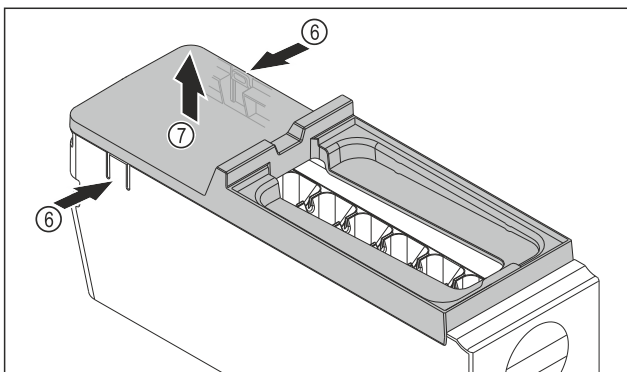

Fig. 137
- Scoateți apărătoarea corpului EasyTwist-Ice: Apăsați eclisele Fig. 137 (6) de pe ambele părți ale corpului EasyTwist-Ice cu o mână.
- Scoateți apărătoarea Fig. 137 (7) cu cealaltă mână în sus.